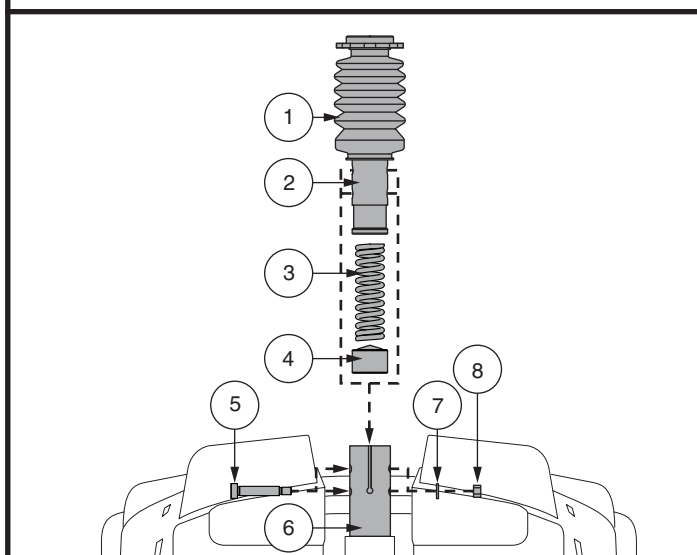

Figure 18. Réglage hauteur du siège - Montant du siege confort
6. Installez le ressort de confort désiré. **Voir la figure 18.**